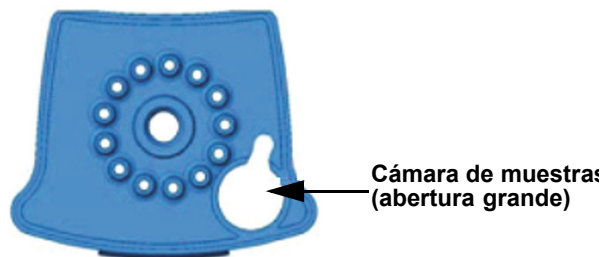

Figura 1. Cartucho de prueba Xpert MRSA NxG (vista superior)
4. Abra la tapa del cartucho. Con una pipeta de transferencia (no suministrada), transfiera todo el contenido del frasco de reactivo de elución a la cámara de muestras del cartucho de la prueba Xpert MRSA NxG. Consulte la Figura 1.
5. Abra la tapa del cartucho. Con una pipeta de transferencia (no suministrada), transfiera todo el contenido del frasco de reactivo de elución a la cámara de muestras del cartucho de la prueba Xpert MRSA NxG. Consulte la Figura 1.